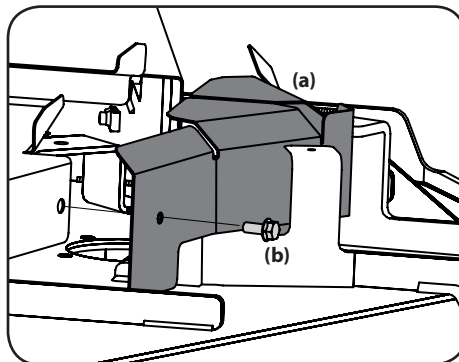

Figure 4-13
3. Sur les modèles dotés d'un couvercle de plateau de coupe, il est nécessaire de retirer le couvercle à l'avant du plateau de coupe (a) pour pouvoir démonter le plateau de coupe. Pour retirer le couvercle avant du plateau de coupe (a), retirez les deux boulons hexagonaux (b, un de chaque côté) qui fixent le couvercle au plateau de coupe. Voir Figure 4-13.
- Pour les modèles dotés d'un couvercle de plateau de coupe, réinstallez le couvercle à l'avant du plateau de coupe. Voir Figure 4-13.